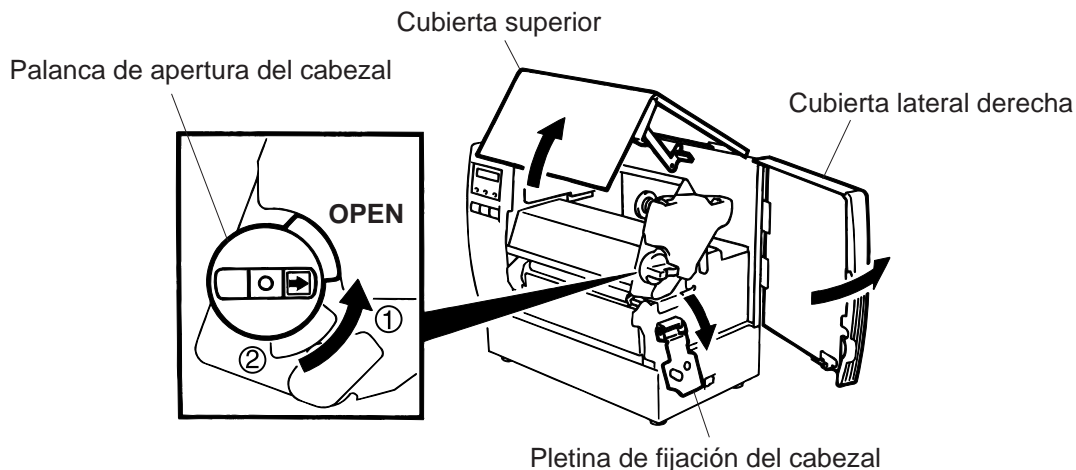

Fig. 7-1
9. Gire la palanca de apertura del cabezal a la posición adecuada dependiendo de papel utilizado. (Referido a la Fig. 7-1)
- ①: Etiquetas o cartulina fina.
- ②: Cartulina gruesa.